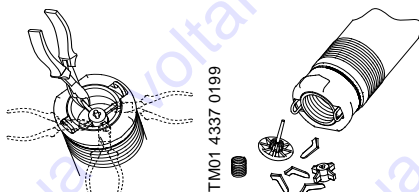

Abb. 7
1. Die Beine der Ventillführung mit einer Kombizange oder einem ähnlichen Werkzeug abschneiden, siehe Abb. 7.